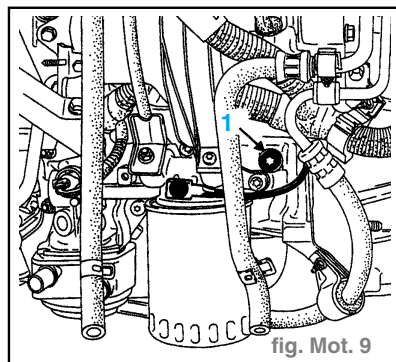

fig. Mot. 9
- Déposer le bouchon (1) de calage de distribution et mettre le moteur au point mort haut (pige Ø 7) **Mot. 1318**. (fig. Mot. 9)
- après avoir déposé la vis (1), pincer le moteur (en tournant dans le sens de la rotation moteur), à l'aide de la pince Mot. 1318 de Ø 7 mm. (fig. Mot. 9)